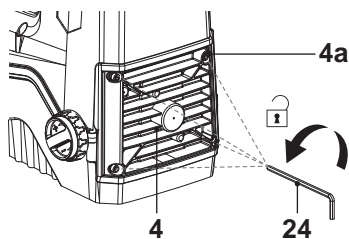

Fig. 13
1. Certifique-se de que a máquina está desligada e desconectada da alimentação antes de abrir a proteção (4). O cortador não para imediatamente após desligar. Aguarde até que todas as peças parem. Coloque o produto sobre uma superfície nivelada e retire a caixa de recolha (13).
2. Desaperte os parafusos (x4) (4a) (Fig. 13, passo 1) e remova a proteção (4).